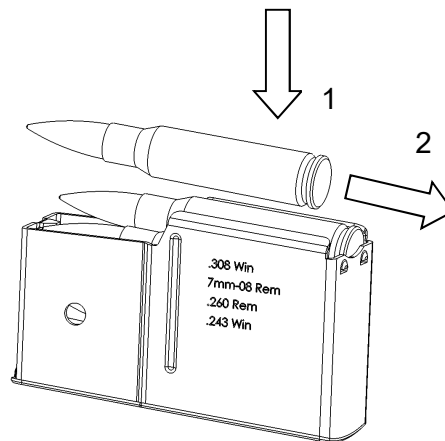

Bild 7
Zum Füllen des Magazins müssen die Patronen einzeln nacheinander von oben in das Magazin gedrückt werden bis diese im Magazin einrasten, wobei die Patronenböden an der hinteren Magazinwand anliegen müssen (Bild 7).
- 4) Erst Abzug drücken, dann die Fangtaste, und beide gedrückt halten (Bild 7).